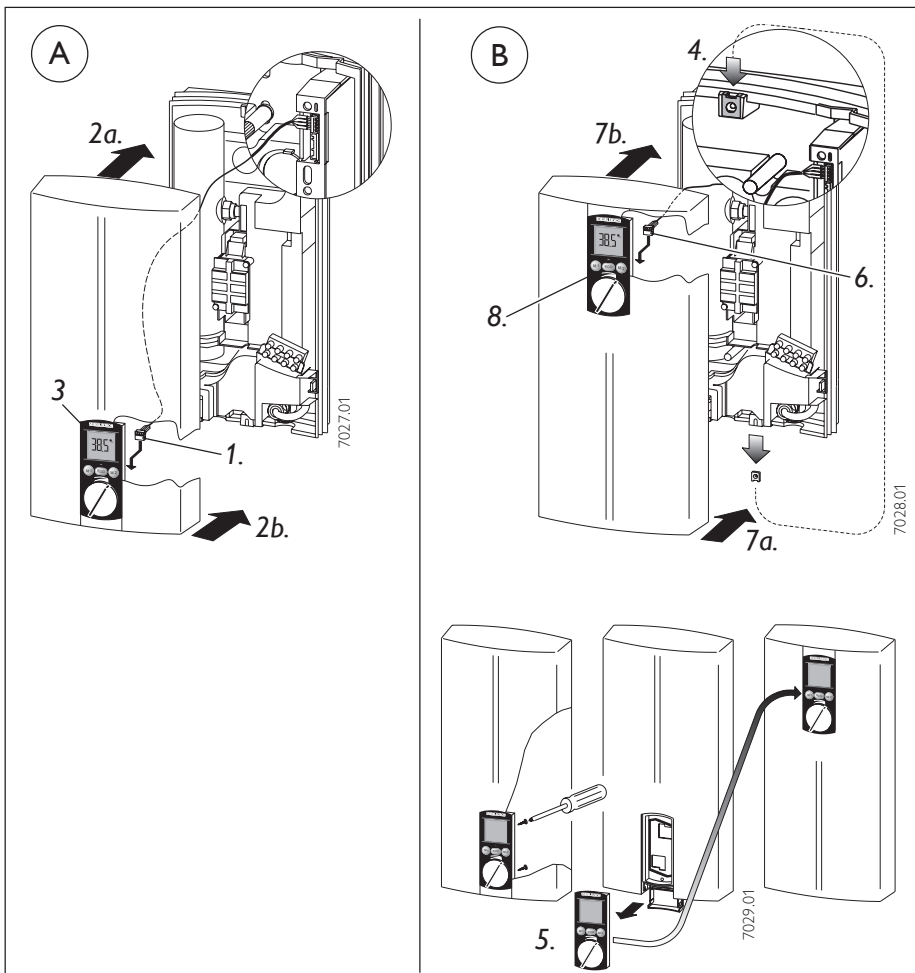

Abb. 23 / Fig. 23 / Afb. 23
– **Übertisch-Montage** (Abb. 23 A)
– **Untertisch-Montage** (Abb. 23 B)
- **Over-sink installation** (Fig. 23 A)
- **Under-sink installation** (Fig. 23 B)
- **Montage sur-évier** (fig. 23 A)
- **Montage sous-évier** (fig. 23 B)
- **Montage boven de wastafel** (Afb. 23 A)
- **Montage onder de wastafel** (Afb. 23 B)